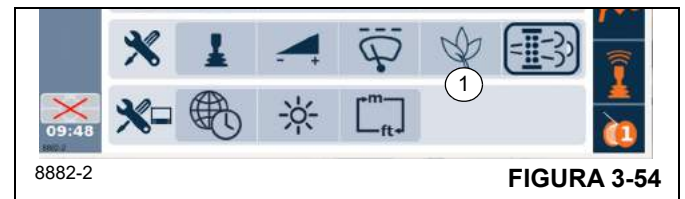

FIGURA 3-54
Para abrir: Seleccione el símbolo (1), (Figura 3-54) y confirme.